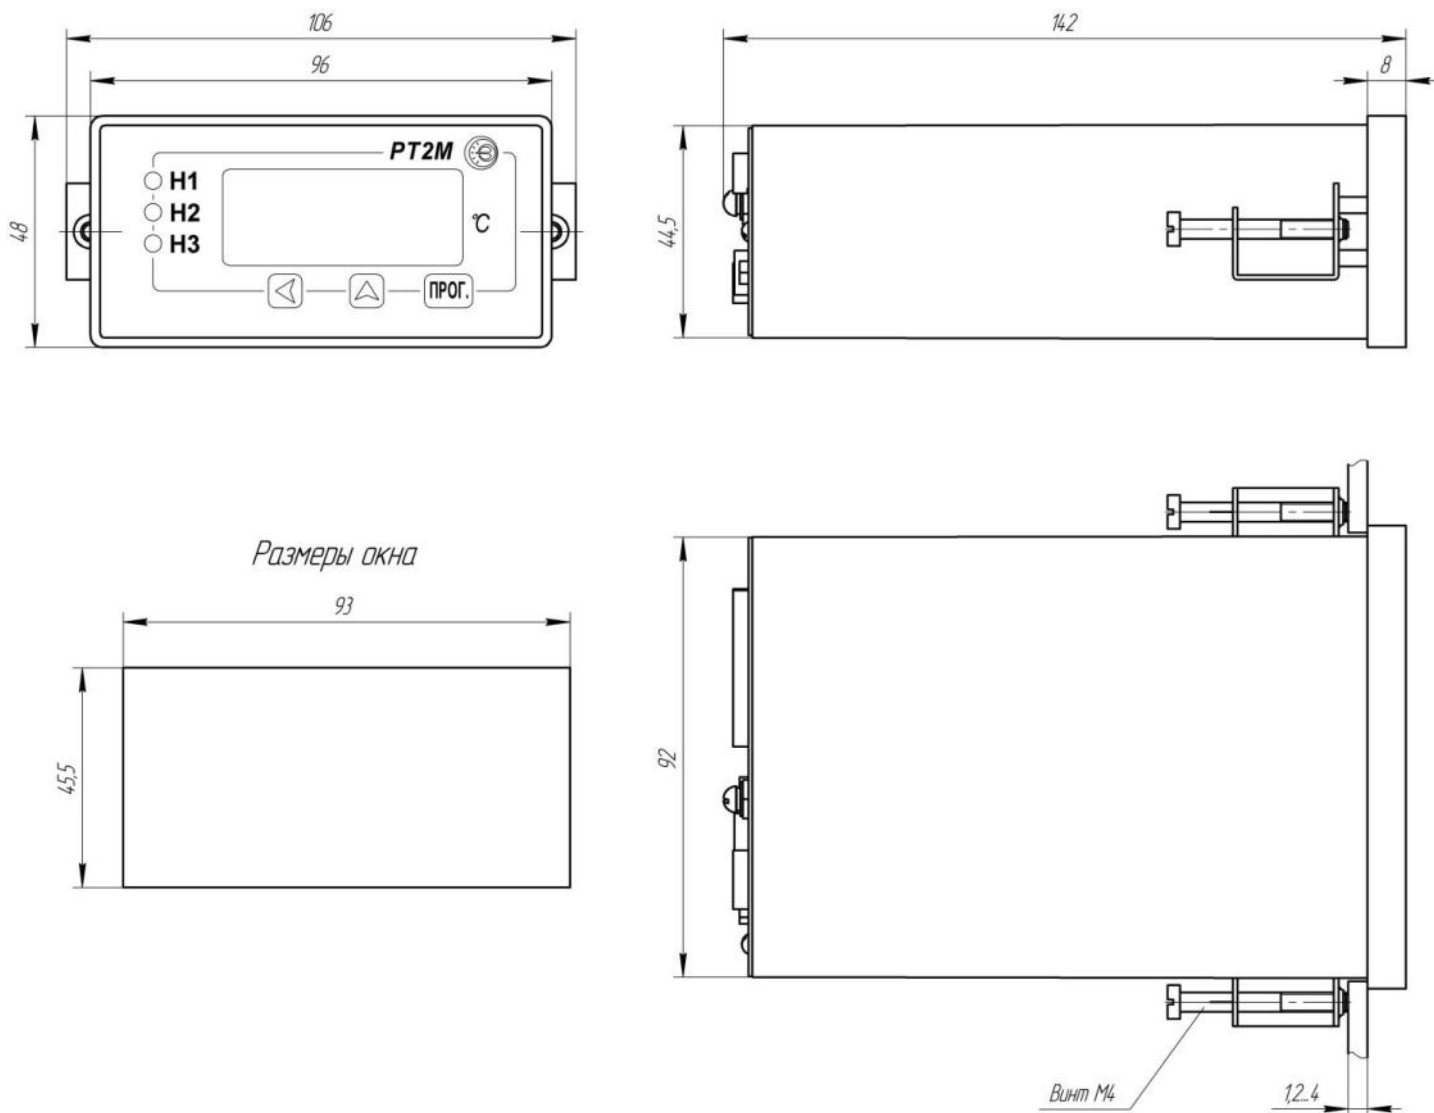

Рисунок 4 – Габаритные и установочные размеры регулятора РТ2М
2.1.1.1 Регулятор предназначен для крепления в окне щита (рисунок 4)